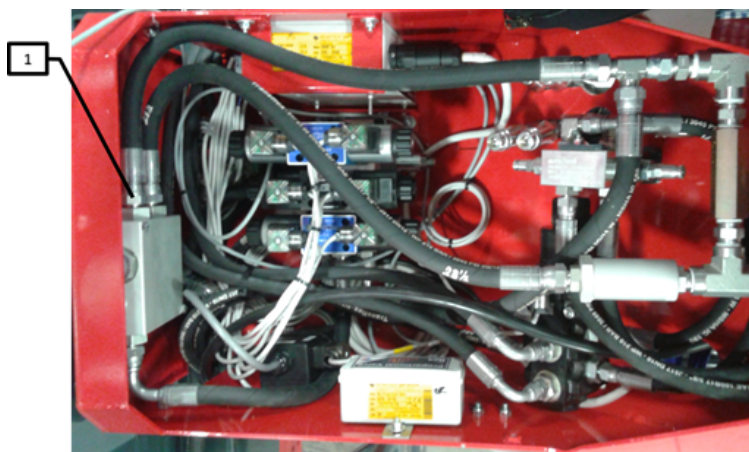
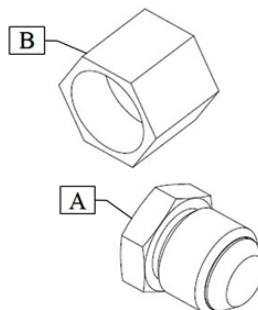

Figure 13 — Nez d'un mélangeur avec un ou deux convoyeurs
Figure 14 — Bouchons
2. Débranchez le flexible hydraulique (Figure 13, repère 1).
3. Installez le bouchon (Figure 14, repère A) sur le flexible hydraulique.
4. Installez le bouchon (Figure 14, repère B) sur la valve proportionnelle (Figure 13, repère 1).
NOTE : Les bouchons (Figure 14, repères A et B) se trouvent dans la boîte noire fournie avec votre machine.